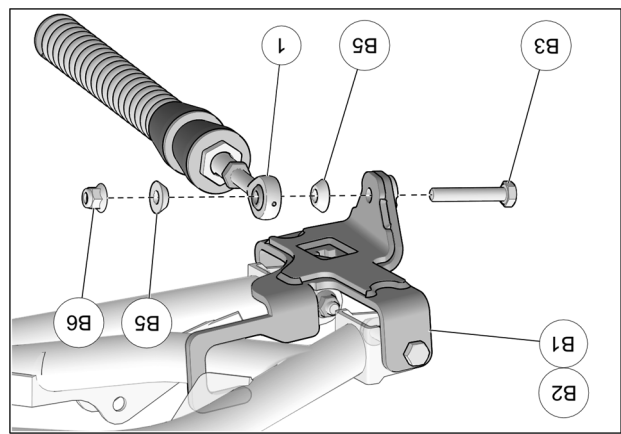

Fig. 10
10. Fixer le bras stabilisateur (1) à l'ancrage de suspension (B1-B2) à l'aide du boulon (B3), des espaces coniques (B5) et de l'écrou autobloquant (B6). Serrer à un couple de $70\text{ N}\cdot\text{m}$ [$52\text{ lb}\cdot\text{ft}$]. Voir la Fig. 10